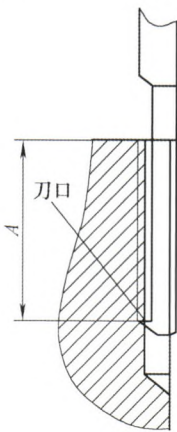

图 2
(1) 测量螺纹长度。如图2所示，将测量工具沿着螺纹底孔的孔壁向上移动直到测量刀口与螺牙接触止，测量者垂直目视观察工具，下刻线与测量刀口距离是否控制在 $A \pm 0.50\text{mm}$ 范围内，如果超差应调整丝锥的行程。